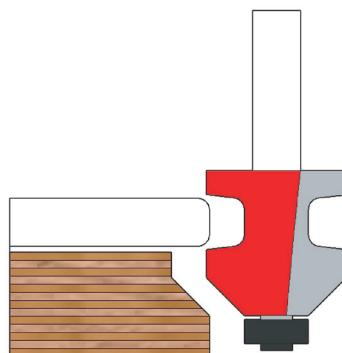

Figura D-4. Fresa speciale per profilare fori con angoli di raggi ampi
Questo è un metodo alternativo per fori con raggio d'angolo di 8 mm o maggiore, o per fori rotondi e ovali. Il metodo descritto qui include una fresa speciale (Rif. Titman XC341 o Albin Kraus C11.1, vedere Figura D-4) e nastro riflettente in alluminio 3M™ (Scotch® Brand Tape 425). Il raggio minimo dipenderà dal diametro della fresa utilizzata (r. 8 mm per Titman XC341, r. 9 mm per Albin Kraus C11.1).
2. Sostituire la fresa e inserire la fresa speciale Titman XC341 o Albin Kraus C11.1 (vedere la figura D-4). L'MDF o il compensato consentiranno al cuscinetto a rulli di seguire l'apertura del foro nel perimetro.